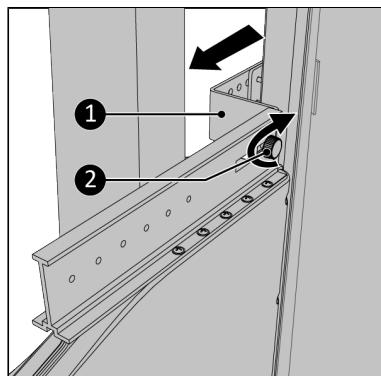

Abbildung 142.
9. Ziehen Sie die Halterung so weit wie möglich zu sich heran (Abbildung 142, Pos 1) sodass diese richtig klemmt.
10. Ziehen Sie die Schraubkappe (Abbildung 142, Pos. 2) fest.